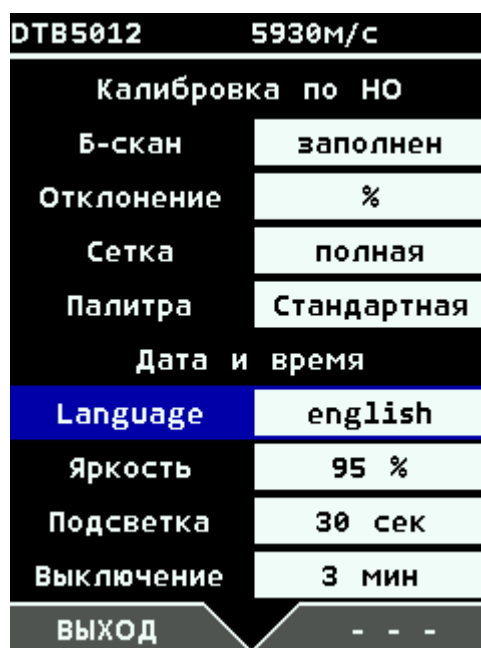

Рис. 6-3. Установка языка интерфейса прибора
*Шаг 1.* Войдите в подменю УСТАНОВКИ и используя кнопки   выберите пункт LANGUAGE и кнопками   измените язык меню (рис. 6.3)